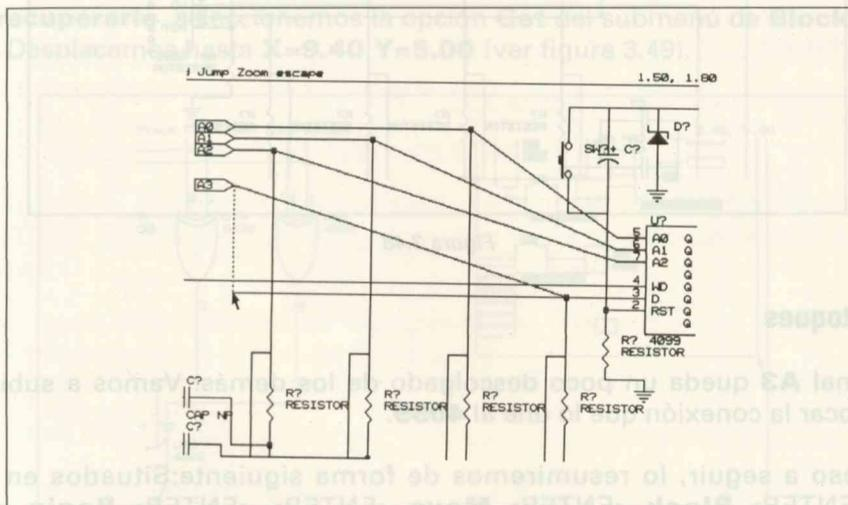

Figura 3.47
3. Como a priori queda iluminada la conexión que nos interesa, seleccionemos **"This"**. Desplacémonos hasta **X=1.50 Y=1.80** y tras validar con <ENTER>, seleccionemos **End**. Si quisiéramos reconstruir las dos conexiones que forman el ángulo recto, una a una, seleccionaríamos la opción **Drop** <ENTER> seguida de **End** <ENTER>. El resultado final de la operación (ver figura 3.47) es que el terminal **A3** quedará conectado ortogonalmente a la entrada **D** del integrado **4099**.